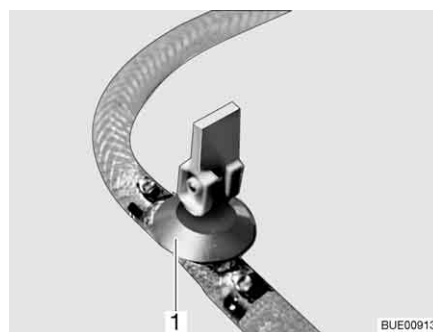
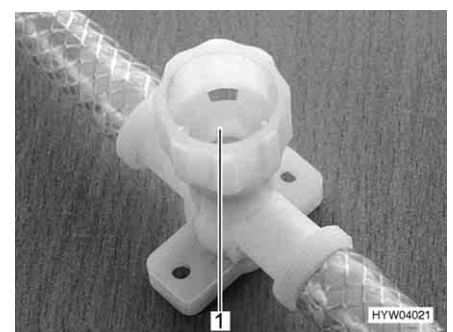

Bild 236 Ablasshahn (mit Kipphebel)
Bild 237 Ablasshahn (mit Drehkappe)
- Alle Ablasshähne schließen. Dazu den Kipphebel des Ablasshahns (Bild 236,1) waagrecht stellen oder die Kappe des Ablasshahns (Bild 237,1) im Uhrzeigersinn drehen.